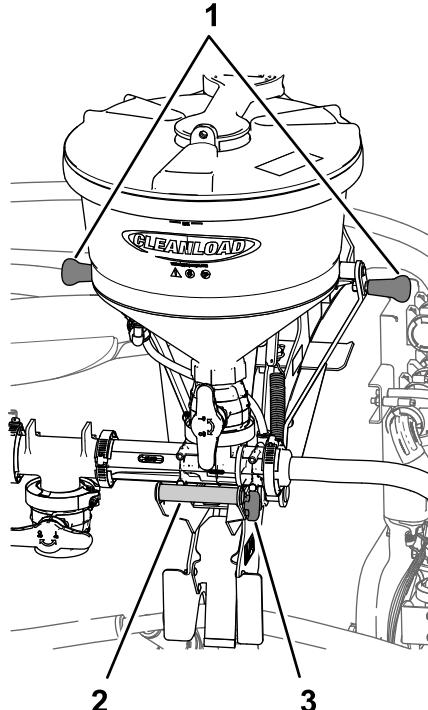
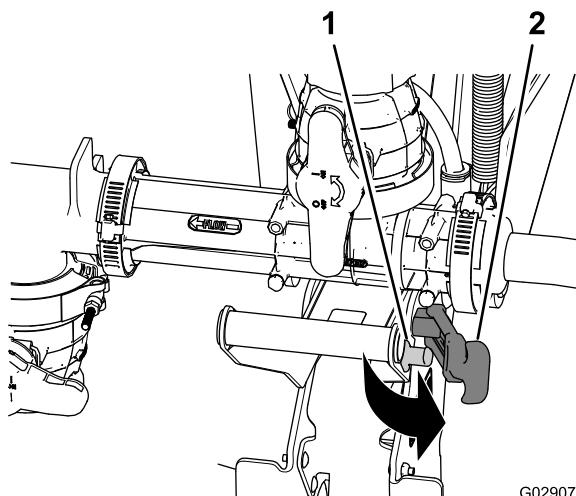
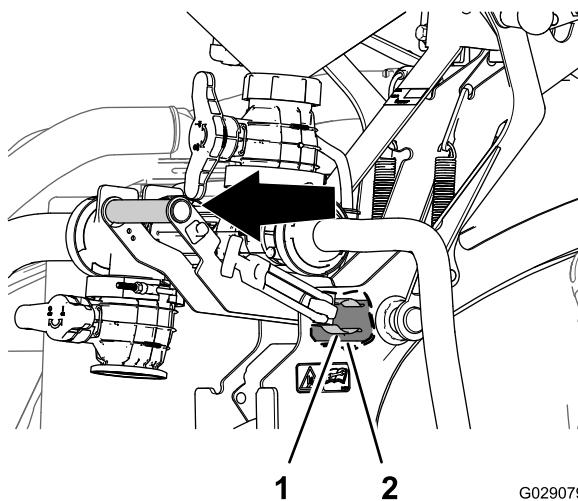
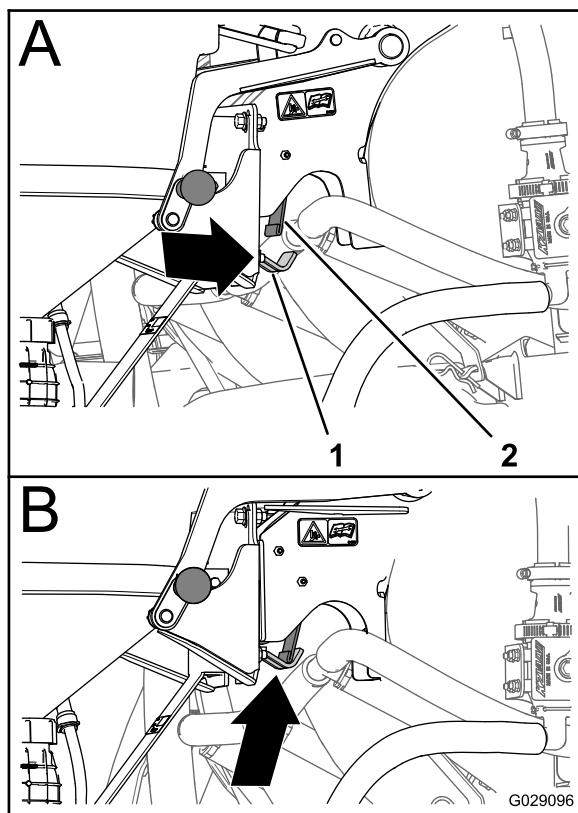

图 31
图 32
图 33
图 36
1. 抓住清洁加药器手柄然后将闩锁手柄从闩锁杆上拉出图 31 和图 32。
2. 除了清洁加药器手柄外还要握住托架顶部的清洁加药器手柄然后将清洁加药器手柄拉出直到弹簧夹从枢轴管上松开为止图 31 和图 33。
5. 当背板的闩锁位于弹簧板图 36 的 A下方时向内旋转清洁加药器手柄以使闩锁的挂钩部分在弹簧板图 36 的 B后面对齐。
1. 除了清洁加药器手柄外还要握住托架顶部的手柄然后将清洁加药器手柄向外拉直到闩锁的挂钩部分与弹簧板的外面对齐 图 33和图 36。
4. 推入清洁加药器手柄使挂钩升至闩锁杆的位置并且弹簧夹完全围绕在枢轴管周围 图 33。
5. 将闩锁手柄拉到闩锁杆上 图 32。